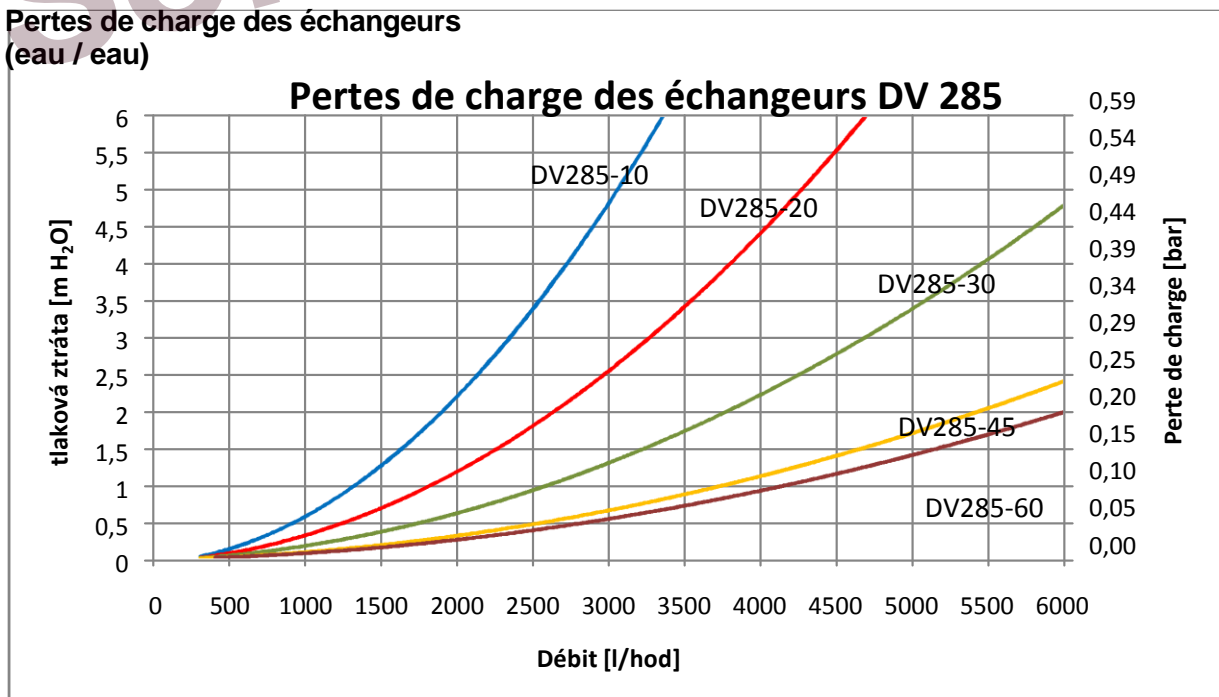

Fig. 4
- Puissance requise et Delta T moyen** – lors du choix d'un échangeur, il est toujours nécessaire de connaître au moins 2 des 3 paramètres de l'échangeur – puissance, débits sur les circuits primaire et secondaire, Delta T entre les deux circuits. Deux paramètres connus permettent de calculer le troisième d'après les équations à la fin du document. On calcule ensuite le Delta T moyen selon les équations à la fin du document (si le Delta T n'est pas fixé par projet, il dépend du type d'application, voir Tab. 3). Pour un débit de circuit primaire calculé ou donné d'avance, choisir la valeur de débit la plus proche parmi les graphes suivants – 750 l/h, 1500 l/h et 3000 l/h. Puis cherchez la courbe adaptée qui correspond au Delta T et au débit secondaire choisis. La taille de l'échangeur est indiquée à droite au bout de la courbe. Vous trouverez les pertes de charge de l'échangeur sur la Fig. 4.